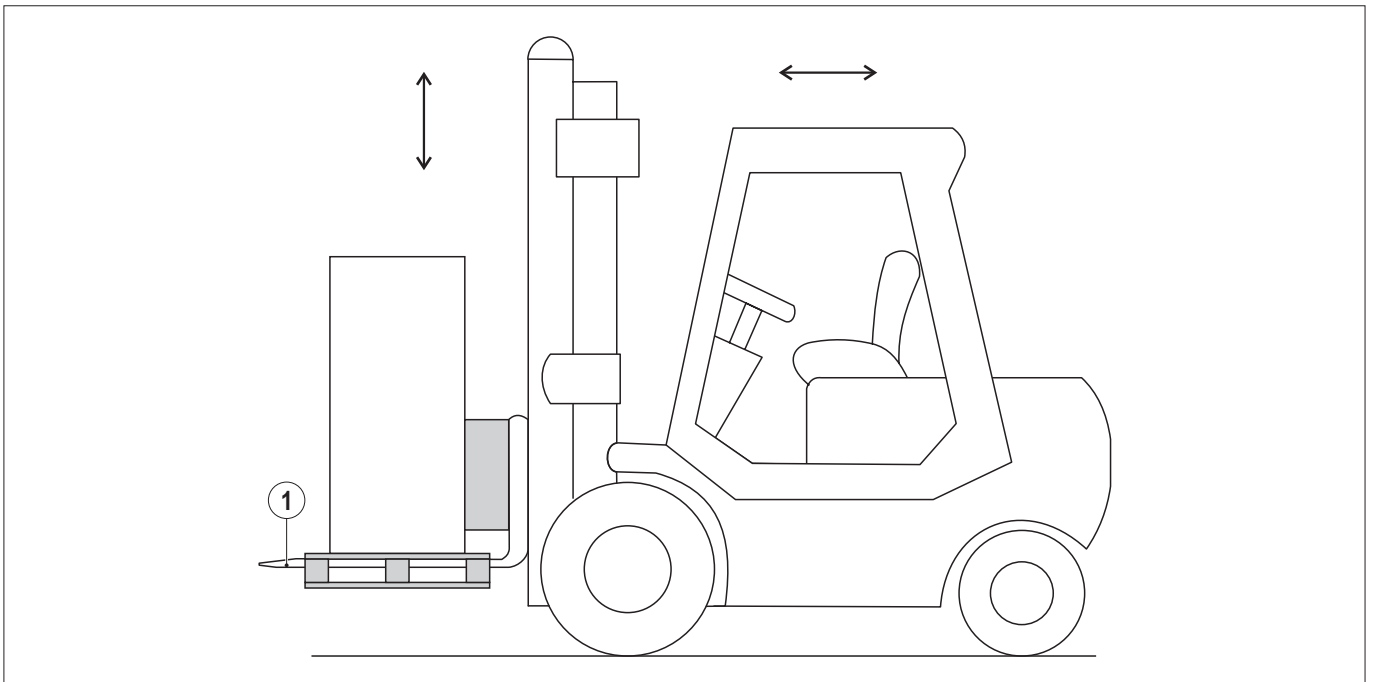

FIG. 27 (Movimentazione con carrello elevatore)
- 2) Inserire le forche del carrello elevatore (v. FIG. 27) sotto al bancale o zoccolo sulla parte posteriore della macchina o dal lato dei raccordi